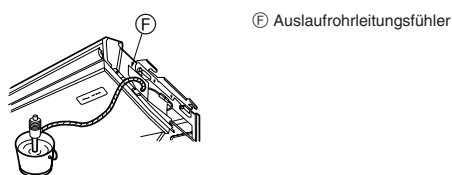

Fig. 5-3
1. Die mit der Anlage gelieferten Verbindungsrohrmuffen ⑤ am Auslauf der Anlage mit einem Klebemittel aus Vinyl Chlorid anbringen.
2. Die mit der Anlage gelieferten Rohrmuffenabdeckungen ⑥ an den Verbindungsrohrmuffen ⑤ befestigen.
3. Die Feldauslaufrohrleitung (VP-20) an den Verbindungsrohrmuffen ⑤ mit einem Klebemittel aus Vinyl Chlorid befestigen.
4. Die mit der Anlage gelieferten Rohrleitungsabdeckungen ⑦ (mit Klebeband) umwickeln.
5. Auf einwandfreien Auslauf überprüfen. (Fig. 5-3)